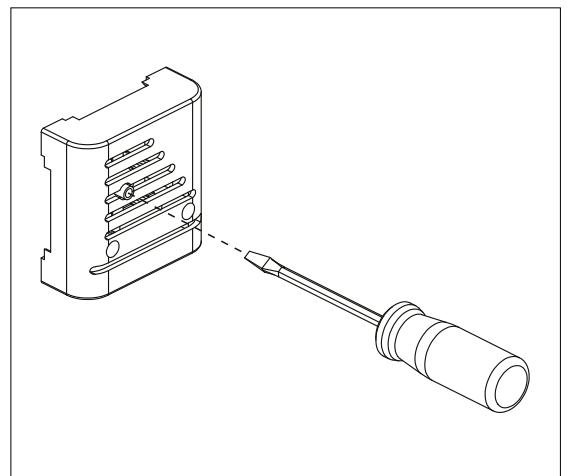

Abbildung 7.14-1: Reaktivierung des Überhitzungsschutzes
- Der Überhitzungsschutz des Ofens wurde ausgelöst: **Die Ursache für das Auslösen des Überhitzungsschutzes muss ermittelt werden!** Der Überhitzungsschutz kann durch Drücken des Temperaturfühlers reaktiviert werden (Abbildung 7.14-1).